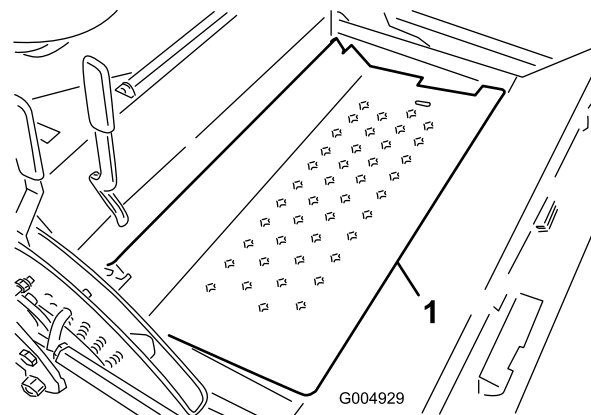

Figura 98
13. Abra a chapa do piso (Figura 98) e fixe-a com a haste.